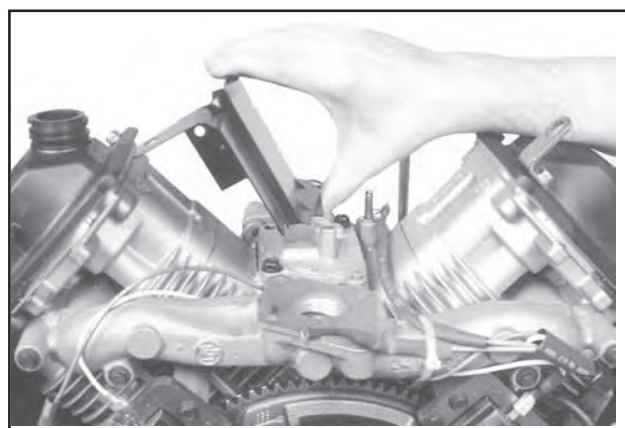

Abbildung 9-40. Entfernung der inneren Bleche.
2. Beide inneren Bleche entfernen. Siehe Abbildung 9-40.
3. Die beiden verbliebenen Schrauben, mit denen der Entlüfterdeckel am Kurbelgehäuse befestigt ist, entfernen. Siehe Abbildung 9-40.